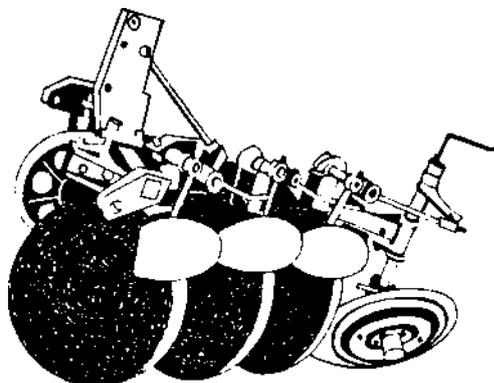

fig. 3
- b) De discos - de tração animal ou de tração a trator (fig. 3). Veja FIT 11.